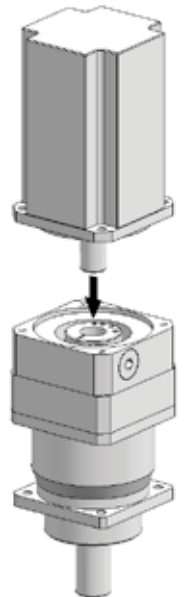

fig. 3
- collocare il riduttore in verticale con la flangia attacco motore rivolta verso l'alto (ved. fig. 3);
- introdurre dall'alto il motore fino a battuta (ved. fig. 3);
- position the gear reducer vertically with motor mounting flange upwards (see fig. 3);
- introduce the motor from the top down to shoulder (see fig.3);